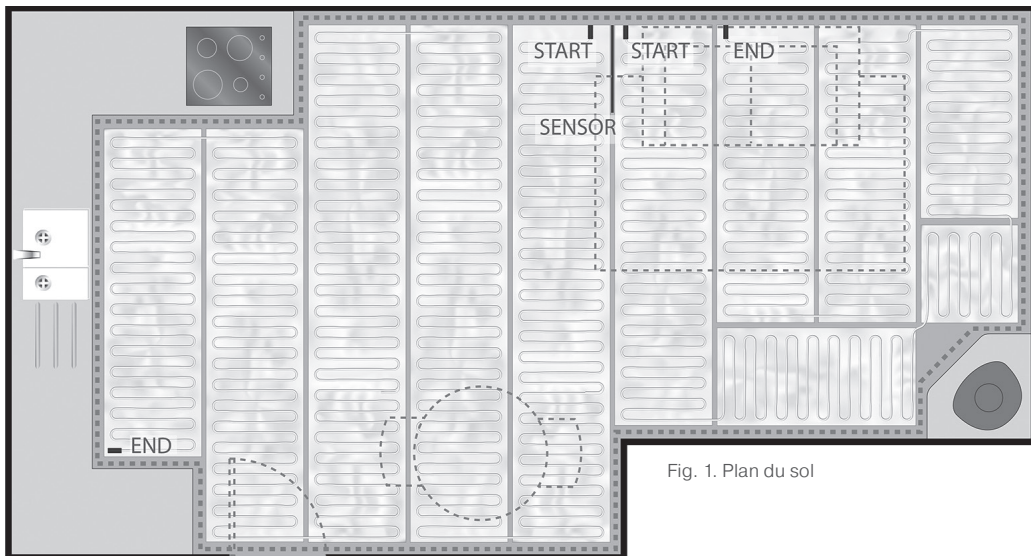
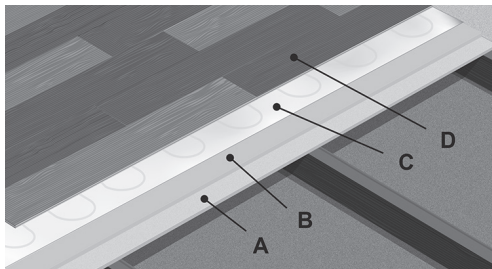

Fig. 1. Plan du sol
Fig. 2. Installation au sol
Lors de la phase de planification de l'installation du système de chauffage par le sol (Fig. 1), il convient de respecter un certain nombre de règles afin de garantir une installation correcte. Vous trouverez ci-dessous les directives à respecter pour la planification de l'installation et le plan de la pièce (voir Fig. 1 : zone chauffée délimitée par une ligne pointillée).
Vous devez déterminer le point de raccordement du thermostat et l'emplacement du capteur au sol et les inclure dans le plan (voir fig. 1 à titre d'exemple).
1. Réalisez votre propre plan de la pièce lors de la planification de l'installation (fig. 1). Cette opération s'avère nécessaire pour installer correctement le tapis chauffant et pouvoir ainsi conserver un document retraçant l'installation. Installation typique au sol lors de l'installation de l'Alumat (Fig. 2).